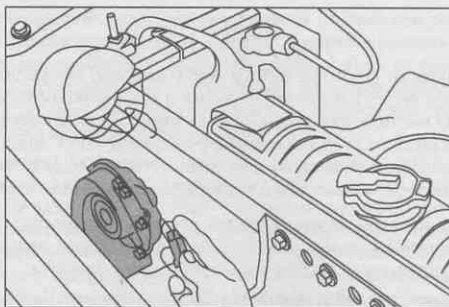

Рис. 20.2. Чтобы отключить звуковой сигнал, достаточно отсоединить провод, который идет к нему
- ✓ **Если вышел из строя звуковой сигнал**, он будет производить самый ужасный звук, на который только способен автомобиль. До того как это произойдет, попросите кого-то подержать звуковой сигнал нажатым, чтобы вы смогли найти его под капотом. Обычно там находятся две "улитки". К каждому из них идет по одному проводу, которые необходимо отключить для того, чтобы прекратить шум (рис. 20.2), но иногда достаточно отключить один проводок. Когда звуковой сигнал отключен, обязательно скажите механику, каким образом вы отключили провода, и определите, каким образом сломался звуковой сигнал. (Если провода звукового сигнала недоступны, просто снимите одну клемму АКБ или предохранитель, который "отвечает" за этот шум.)